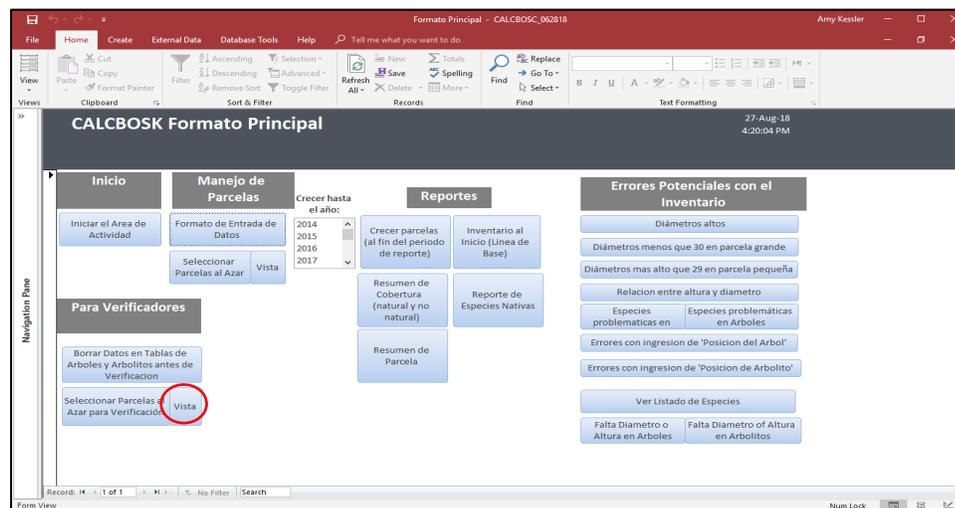

Figura 73. Vista de las Parcelas en Orden Aleatorio
- 1.4. Después de cerrar la tabla, se regresa a la lista en el mismo orden, dar clic en [Vista] (Figura 73); no hay que volver a seleccionar el comando [Seleccionar Parcelas al Azar para Verificación] pues esto volverá a ordenar las parcelas aleatoriamente en un nuevo orden.